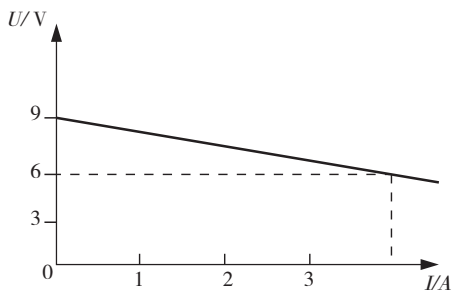

图 1-55 简答题 2 图
2. 某实际电源的伏安特性如图 1-55 所示, 试求它的电压源模型, 并将其等效变换为电流源模型。